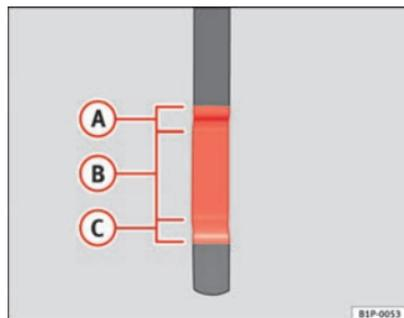

Fig. 145 Asta di misurazione livello olio motore
- In seguito, estrarla di nuovo e controllare il livello dell'olio ⇒ fig. 145. Se necessario, rabboccare dell'olio.